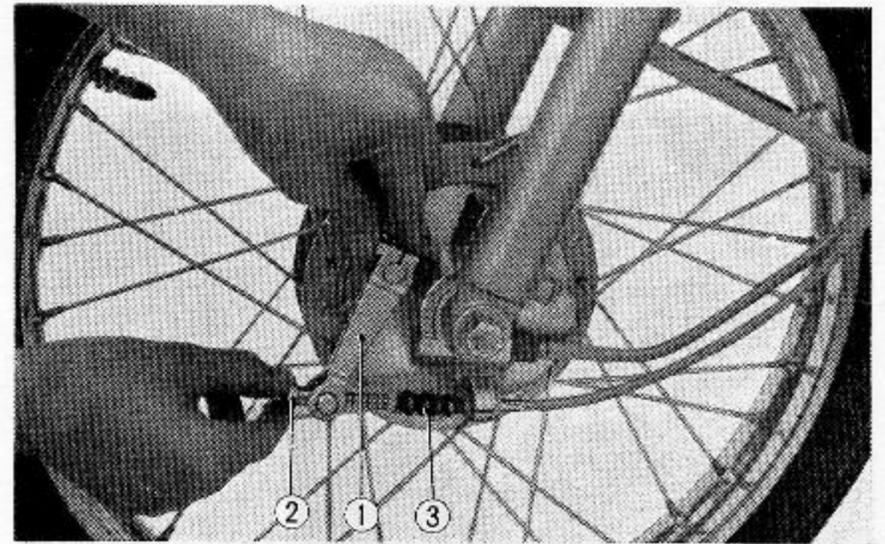

Abb. 4.2 Vorderradbremzug ausbauen
(1) Vorderradbremzug ausbauen; hierzu wird der Bremsarm in Bremsstellung gehalten und die Kabeleinstellschraube gelöst. (Abb. 4.2)